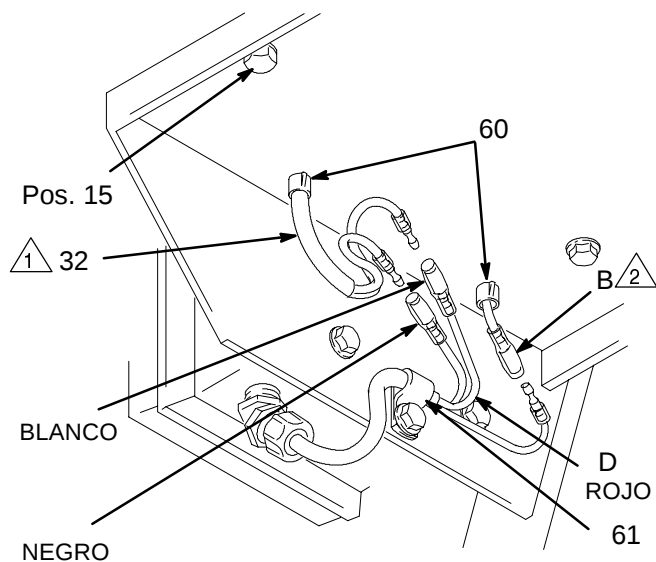

Fig. 15
2. Vea las Fig. 15 y 16. Desconecte el cable rojo (D) del motor (B). Desconecte los cables blanco y negro del inductor. Afloje la abrazadera (61). Saque los cables con cuidado a través de las arandelas internas (60) antes de retirar el motor. Saque las dos contratuercas (84) y después extraiga los tornillos (14) de la base del motor.